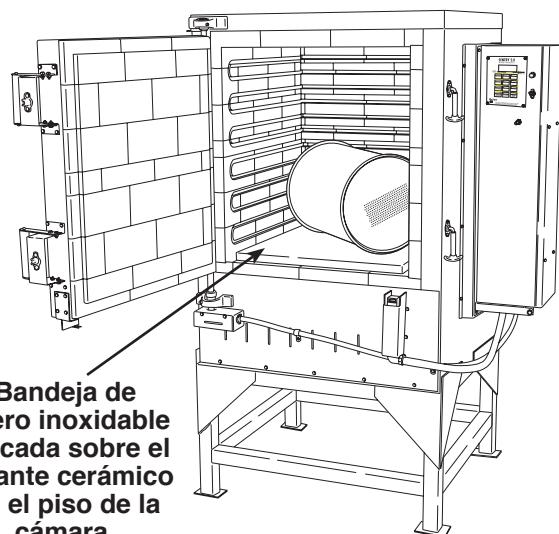

Figura 4
3. Coloque el estante cerámico en el piso de la unidad, y coloque la bandeja de acero inoxidable sobre el estante cerámico. Consulte la Figura 4.